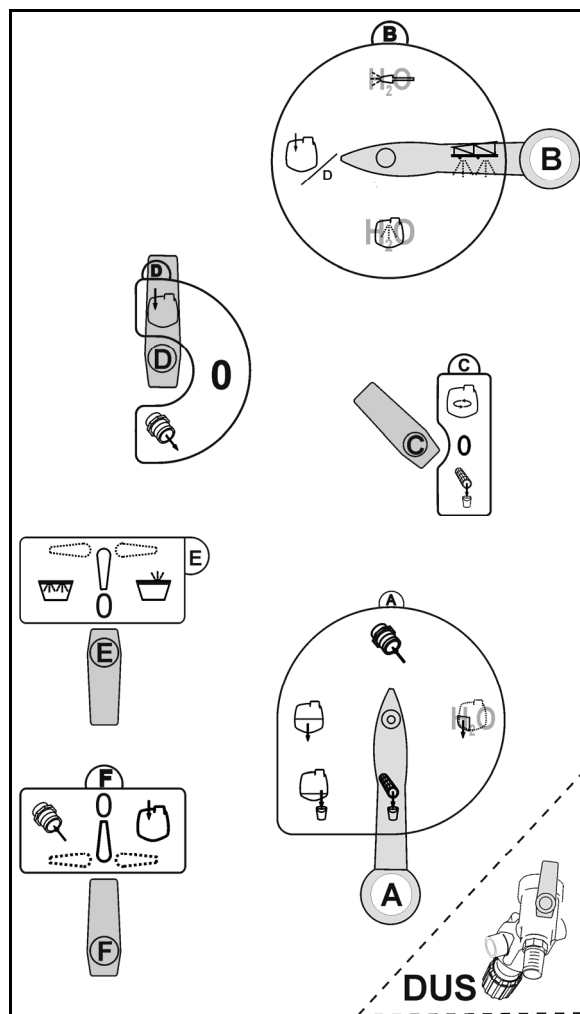

Fig. 15
3. Sæt skiftehane på betjeningsenheden i den angivne position (Fig. 15):